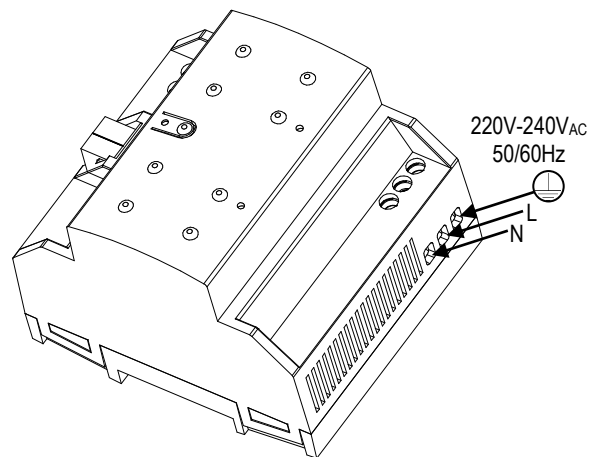

Figura 2: Instalación y conexión ZPS320MPA230
- La alimentación principal debe conectarse a los terminales L, N y tierra de acuerdo con el esquema de la figura 2.